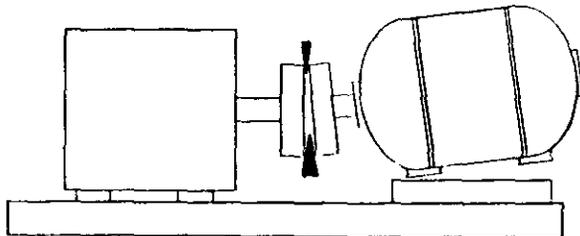

Fig. 4-2 Superficie de la parte superior a la inferior
1. Los pies frontales del impulsor deben ser acuñados para igualar el espacio, si el espacio de acople está abierto en la parte inferior y cerrado en la parte superior (Fig. 4-2). Los pies posteriores deben ser acuñados si la parte superior estuviera abierta en relación a la parte inferior.